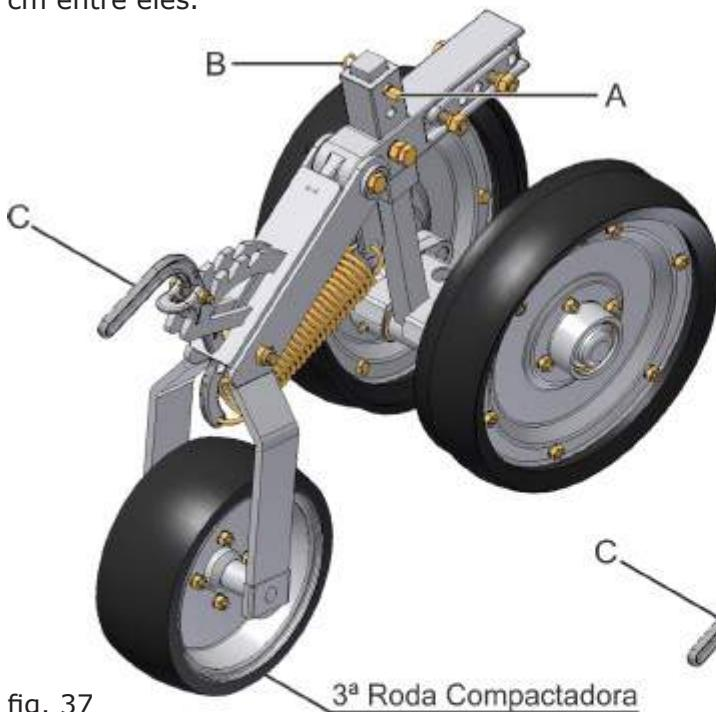

fig. 37
Em cada linha de plantio deverá ser feito o ajuste no pino regulador (A) (fig. 37/38) da seguinte forma:
- 2-** Retire o grampo (B) do pino regulador (A);
Para se fazer a regulagem de pressão da roda compactadora, ajuste a pressão da mola deslocando a alavanca (C) (fig. 37/38). Quanto maior a pressão da mola, maior será a pressão exercida sob a semente.
Observe que o pino regulador (A) (fig. 37/38) fique na mesma posição em todas as linhas de plantio.